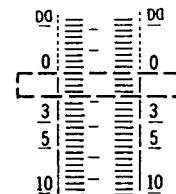

Fig. 11
- Ajustar RV703 (CH-I) (RV704 (CH-D)) de manera que la parte de segmento 0dB esté medio iluminada. (Ver la Fig. 11.)